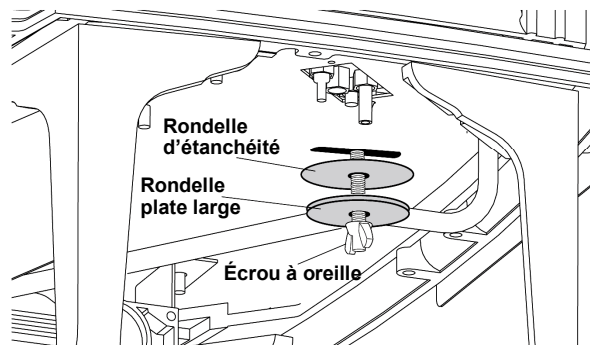

Figure 12. Repérez et retirez l'écrou à oreilles de l'obturateur d'air, sous le côté droit du poêle.
6. Retirez l'écrou à oreilles de l'obturateur d'air, situé sous le côté droit du poêle. Voir fig. 12.
19. **Ajustez l'obturateur d'air.** Vous devrez positionner l'obturateur d'air de façon à fournir un mélange air-gaz qui assurera la meilleure apparence des flammes pour votre installation. Commencez par ouvrir l'obturateur d'air à moitié en positionnant la tige de l'obturateur au milieu de la fente au bas du poêle. Voir les fig. 12 et 15. Poussez la tige vers l'arrière pour restreindre le débit d'air, ou tirez-la vers l'avant pour ouvrir l'obturateur et augmenter le débit d'air. Avec l'expérience, vous trouverez la position de l'obturateur qui convient à votre installation.